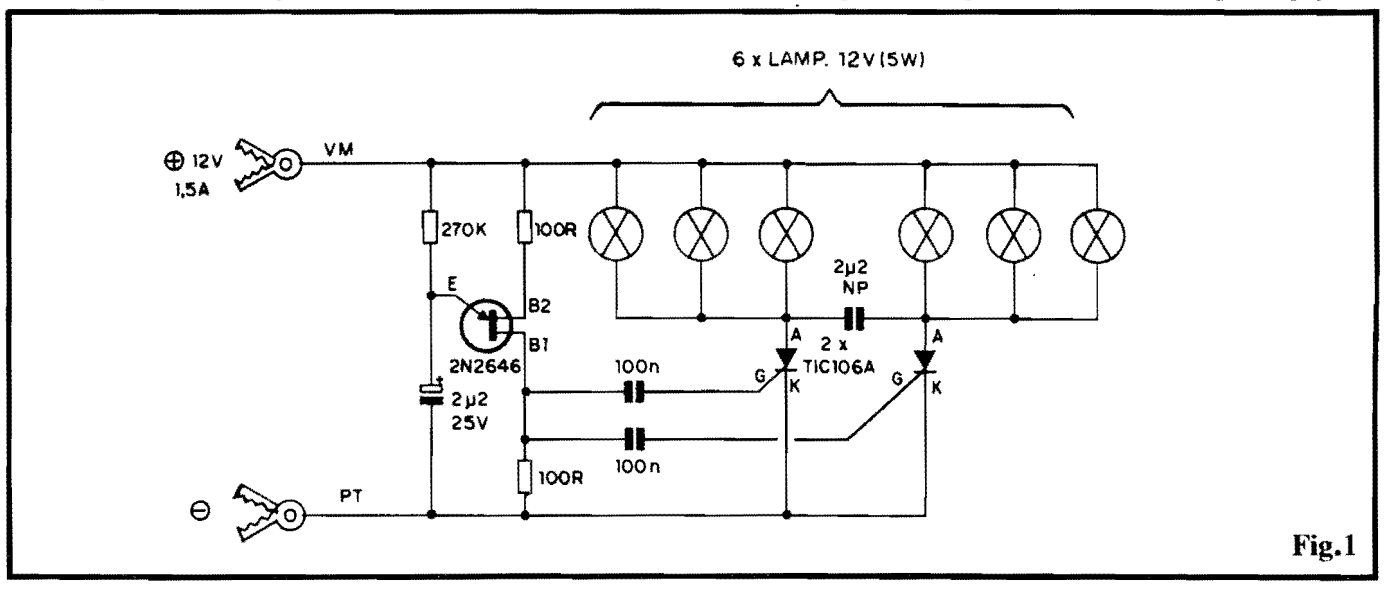

Fig. 1
Optou-se, então, por uma solução circuital muito pouco convencional (veja a seguir, no texto referente a FIG. 1...), mas que atendeu a todos os citados requisitos, reduzindo drasticamente a quantidade de peças ativas e passivas e, por tal razão, mantendo as dimensões gerais em limites mínimos, conforme era desejado e conveniente...!
- **FIG. 1 - DIAGRAMA ESQUEMÁTICO DO CIRCUITO** - Conforme foi dito na abertura do texto, o circuito usa soluções de arranjo pouco convencionais... Primeiramente, em vez de centrar o conjunto num **ASTÁVEL** transistorizado, o núcleo ativo do circuito foi baseado num **BI-ESTÁVEL** tiristorizado, usando dois TIC106A em disposição simétrica, com a realimentação entre os dois módulos feita unicamente por um capacitor de 2u2 (não polarizado...). Ambos os SCRs são excitados, em **gate**, via capacitores de 100n, simultaneamente, pelos pulsos (cerca de 1,5Hz, com os valores atribuídos aos demais componentes...) recolhidos no terminal de **base 1** de um TUJ (transistor unijunção) 2N2646. Este oscila em relaxação (como é estruturalmente convencional para o componente), com o auxílio do resistor de 270K e capacitor eletrolítico de 2u2 (estes componentes determinam o tempo da relaxação, ou seja, a Frequência de oscilação...), além dos resistores de 100R "carregando" seus terminais de **base 1** e **base 2**. Tal estrutura, simples e confiável, gera pulsos muito nítidos e agudos sobre o resistor de carga da **base 1**, os quais, conforme